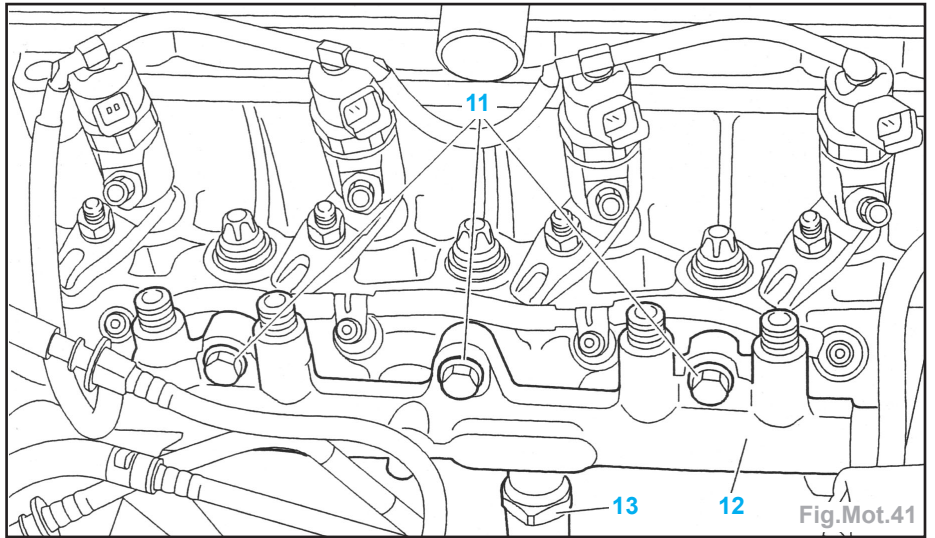

Fig.Mot.41
- Déconnecter le capteur haute pression carburant (13) (Fig.Mot.41).